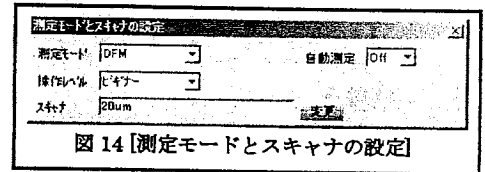

図 14 [測定モードとスキヤナの設定]
- (3) 必要ならスキヤナを交換
(4) [測定モードとスキヤナの設定](**図 14**)の[測定モード]で「DFM」
(5) [測定モードとスキヤナの設定](**図 14**)の[操作レベル]で「ビギナー」
(6) [測定モードとスキヤナの設定](**図 14**)の[スキヤナ]で、ユニット